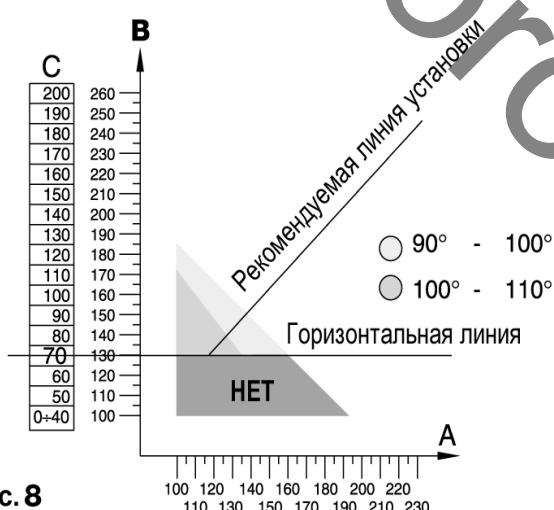

Рис. 8
- 1.2 Найдите величину С на графике соответствующей модели MOBY и нарисуйте горизонтальную линию (рис. 8).